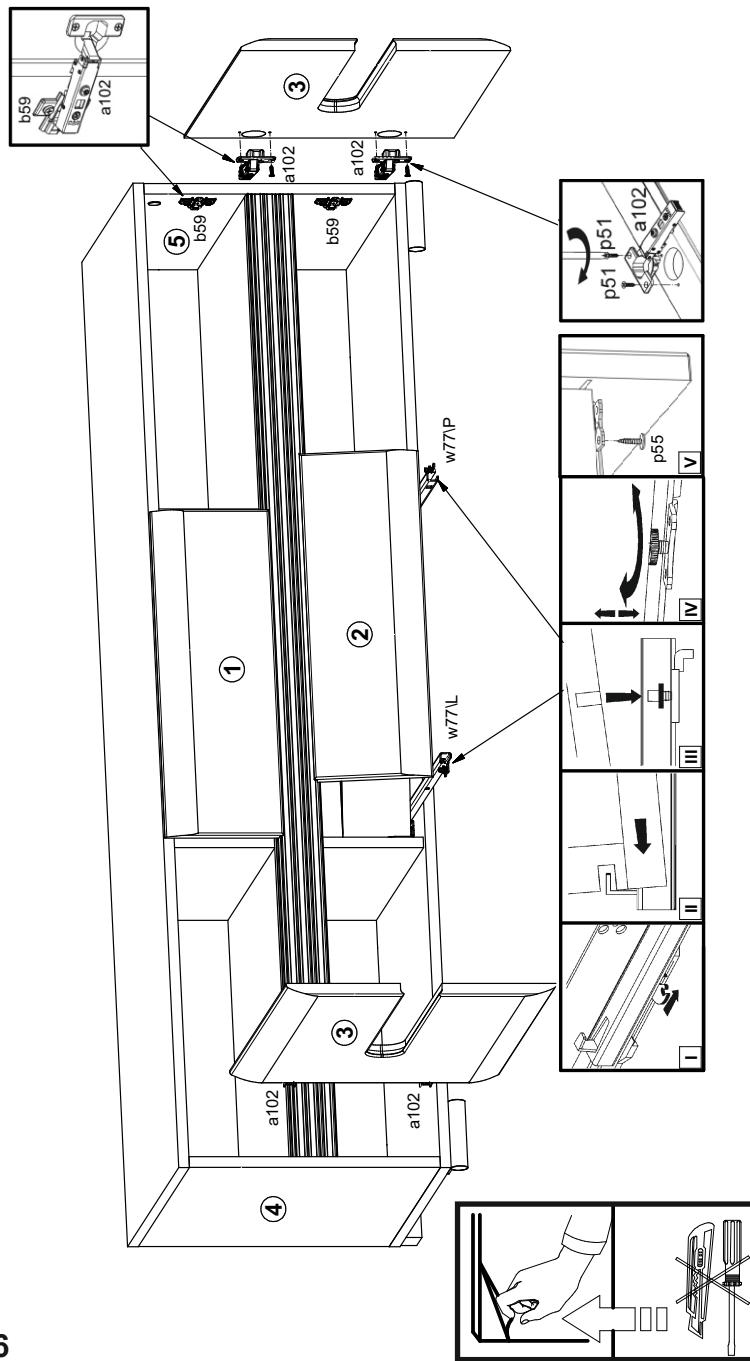

Рисунок 6
- Положить дверь 1 фасадной поверхностью вниз на ровную поверхность и закрепить на ней петли шарнирные a102 шурупами p51 (см.рис. 6).
- Вставить ящики выдвижные в корпус изделия на направляющие w77 (см.рис. 6).
- Зафиксировать ящики на направляющих w76 с помощью шурупов p55 (см.рис. 6).